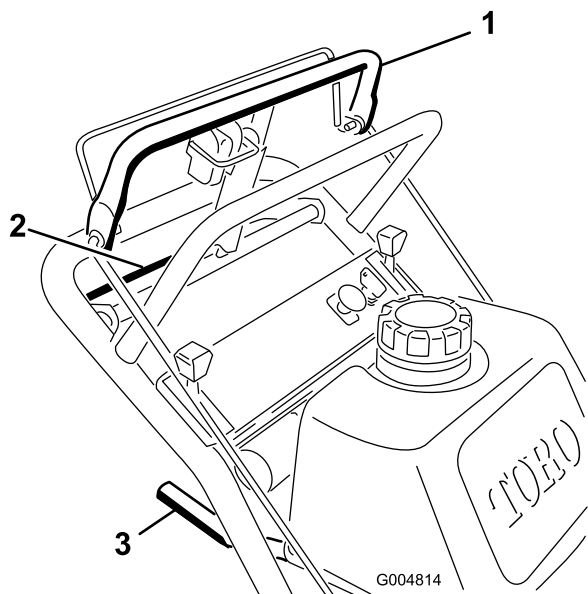
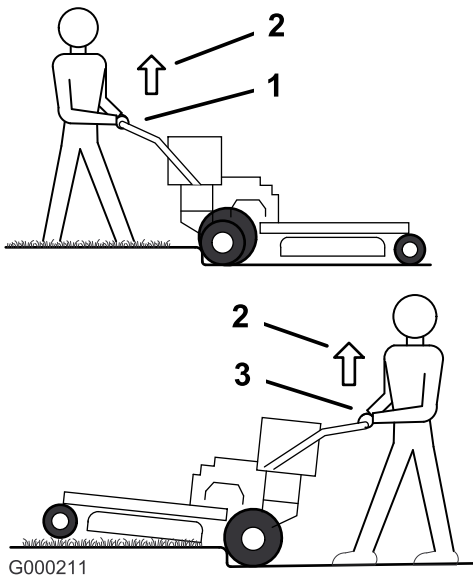

Figura 17
Figura 18
- Para ir hacia adelante, mueva la palanca de cambio a una marcha hacia adelante (Figura 17).
- Presione lentamente la barra de control superior para ir hacia adelante (Figura 17).
Para ir en línea recta, aplique la misma presión a ambos extremos de la barra de control superior (Figura 17).
Para girar, libere la barra de control superior en el sentido en que desea girar (Figura 17).
- Apriete lentamente la barra de control inferior y el manillar para ir hacia atrás (Figura 17).
- Conduzca la máquina hasta que las ruedas giratorias toquen el bordillo (Figura 18).
- Levante la parte delantera de la máquina empujando hacia abajo en el manillar (Figura 18).
- Haga avanzar la máquina hasta que las ruedas de tracción toquen el bordillo (Figura 18).
- Baje la parte delantera de la máquina (Figura 18).
- Al mismo tiempo, engrane la barra de control inferior y levante el manillar inferior para conducir la máquina por el bordillo (Figura 17 y Figura 18).
3. Haga retroceder la máquina hasta que las ruedas de tracción toquen el bordillo (Figura 18).
4. Al mismo tiempo, engrane la barra de control inferior y levante el manillar inferior (Figura 17 y Figura 18).